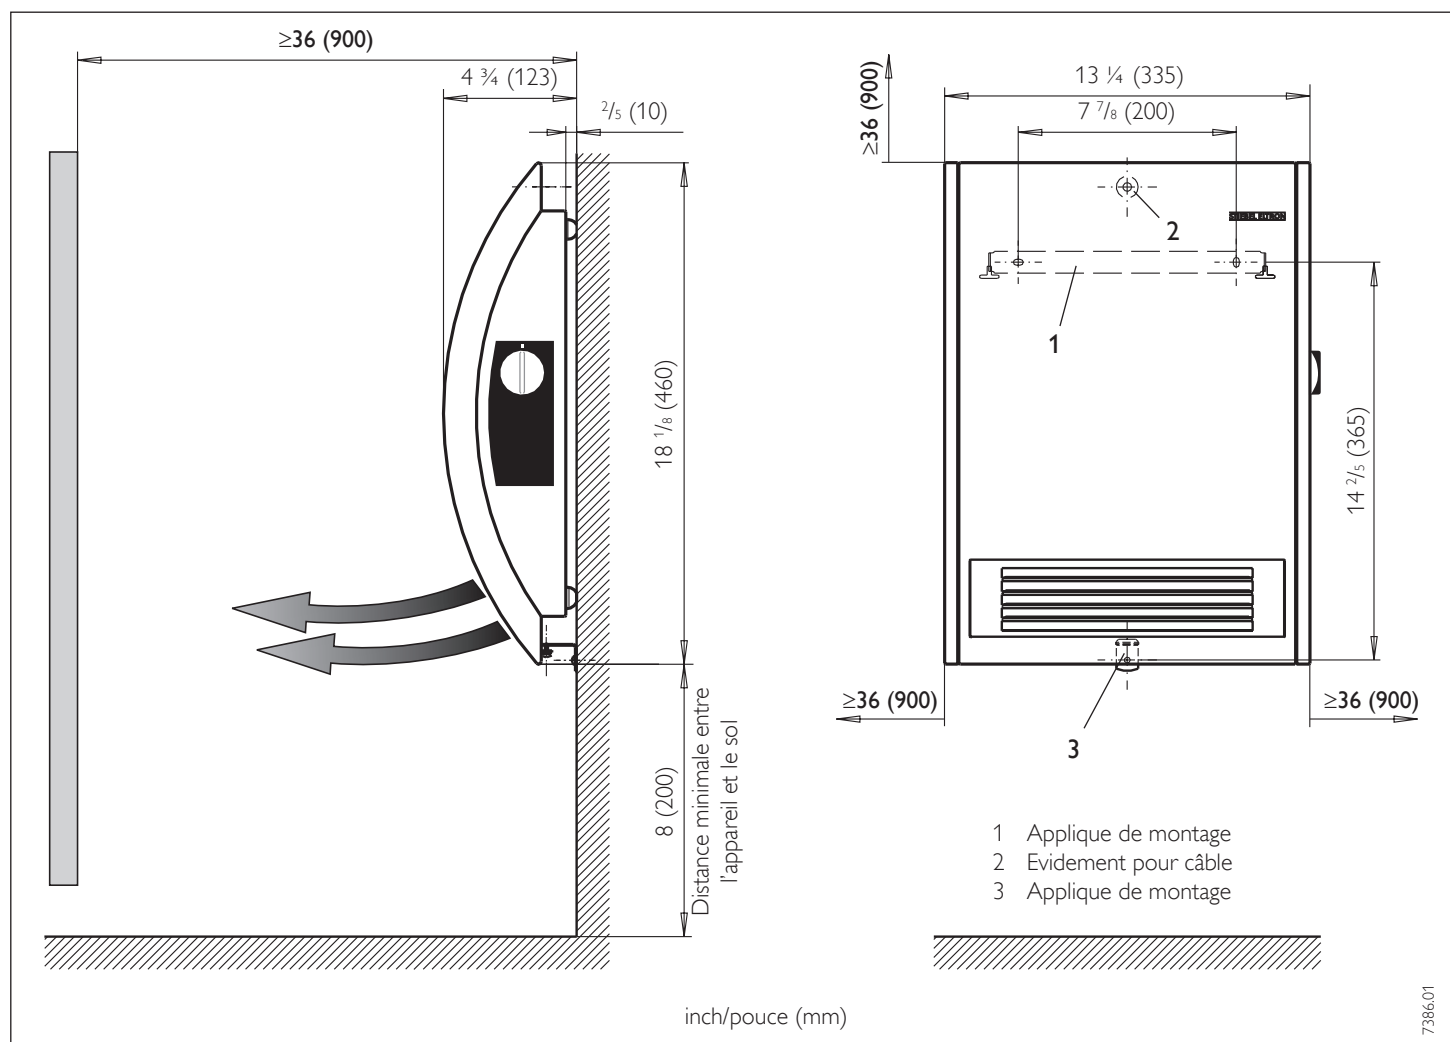

Fig. 2
Fixez les appliques de montage dans le mur et accrochez le convecteur aux brides. L'applique angulaire livrée avec l'appareil (3) doit être placée à hauteur de la partie inférieure de l'appareil (voir fig. 2). Prévoir un jeu d'au moins 10 mm entre le mur et l'appareil.
⚠ Le convecteur soufflant ne peut être fixé que sur une paroi verticale capable de résister au moins à une température de 90°C (194°C). Consultez la fig. 2 pour les distances d'écartement minimales.